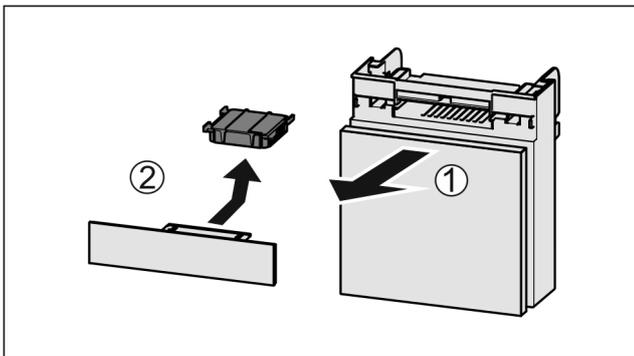

Fig. 63
- ▶ Fach nach vorne herausziehen Fig. 63 (1).
- ▶ Aktivkohlefilter entnehmen Fig. 63 (2).